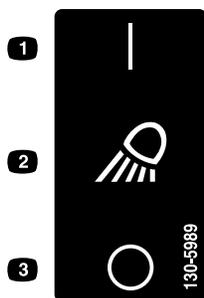
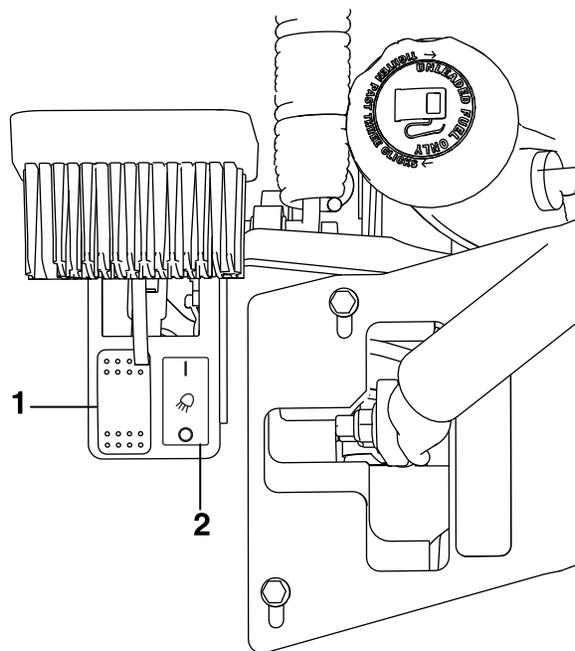

Figure 6
Figure 7
précaution. Installez l'interrupteur dans le support gauche de telle manière que les feux s'allument quand vous appuyez sur le haut de l'interrupteur et s'éteignent quand vous appuyez sur le bas (voir Figure 6).
1. Lorsque le contact est coupé et l'interrupteur des feux est en position éteinte, les feux de travail ne doivent pas être allumés (voir Figure 6).
3. Tournez le commutateur à clé à la position « Contact ». L'interrupteur des feux devrait allumer et éteindre les feux. Les feux doivent être éteints quand l'interrupteur est basculé vers le bas (« O » sur l'autocollant) (voir Figure 6 et Figure 7). Si le fonctionnement des feux est inversé, déposez l'interrupteur et tournez-le de 180 degrés avant de le remettre en place.